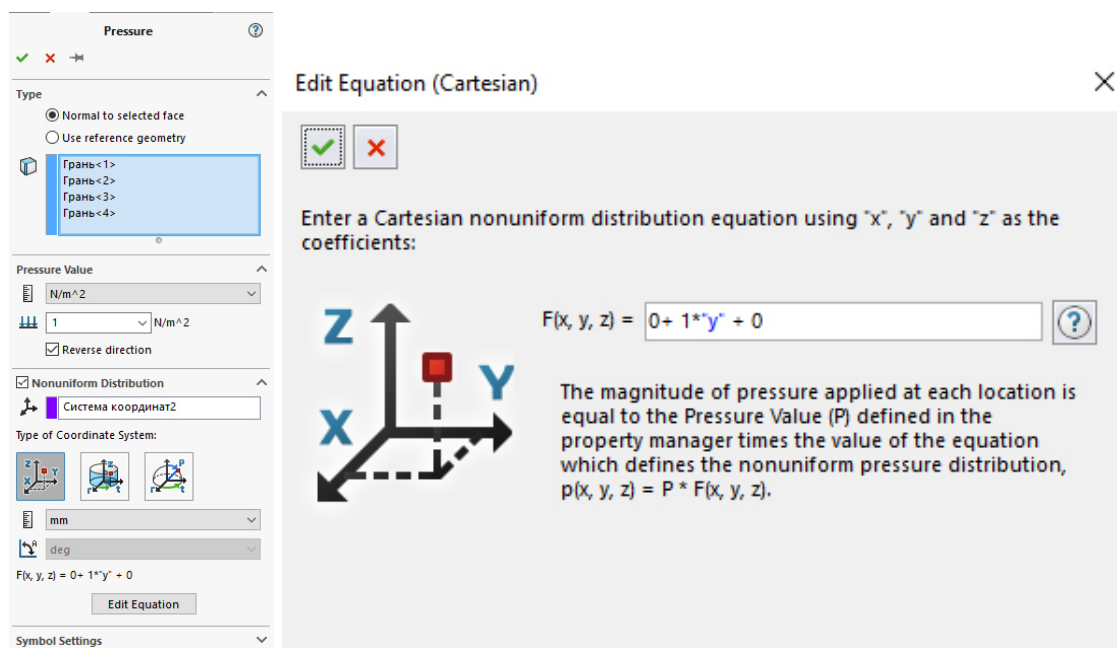

Рис. 4.156
- натискаємо кнопку **Edit Equation**, в вікні *Edit Equation(Cartesian)* обнуляємо координати x і z , зміна тиску відбувається по осі y (рис. 4.156). .